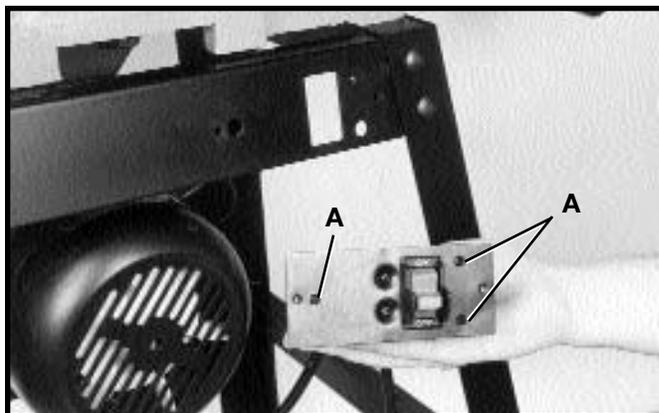

Fig. 30
4. Quite los tres tornillos (A) Fig. 30 y quite la tapa trasera del interruptor.